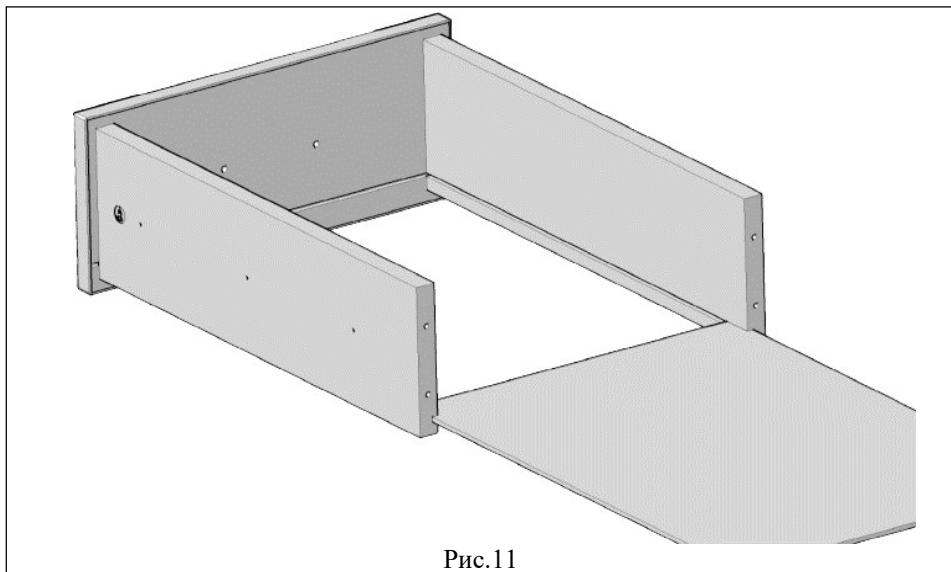

Рис.11
5.2.3 В сборку п. 5.2.2 вставить дно (поз.10) в пазы. (см. рис. 11)